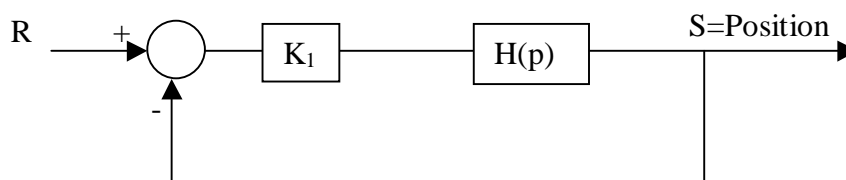

Figure 2. Système équivalent
1. Montrer que cet asservissement peut se ramener au système de la Figure 2, avec une seule boucle (en position). Calculer $H(p)$.
2. Calculer la fonction de transfert en boucle ouverte (FTBO) correspondant au schéma de la Figure 2. Quelle est sa classe?